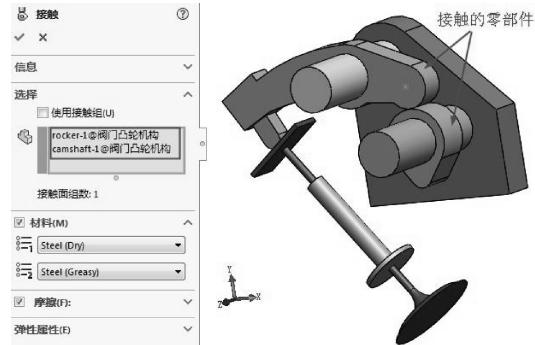

图 8-90 添加凸轮接触
- 06 接下来设置两个实体接触：一是凸轮接触，二是打杆与弹簧位置接触。单击【接触】按钮，在凸轮位置添加第一个实体接触，如图 8-90 所示。